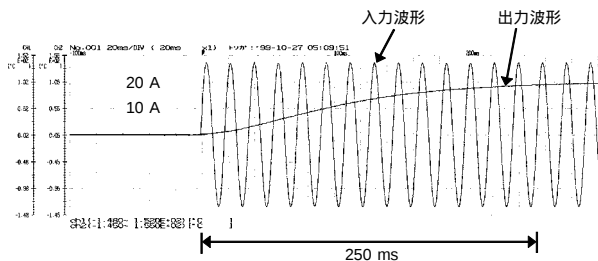

図2 出力応答波形（立上り）
- REC** 出力はアナログ出力です。f.s. 入力時の出力応答時間は立上がり (0% → 90% 約 250 ms) と立下がり (100% → 10% 約 500ms) で違いがあります。(図 2, 3 参照) また、測定値がレンジに対して小さいほど応答時間が長くなります。